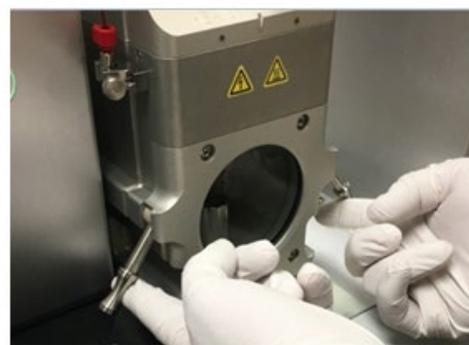

Figure 43 : Retrait de l'enceinte de la source
- 2) Soulevez la trappe supérieure de l'instrument pour avoir suffisamment d'espace pour retirer l'enceinte de la source comme illustré à la Figure 43.